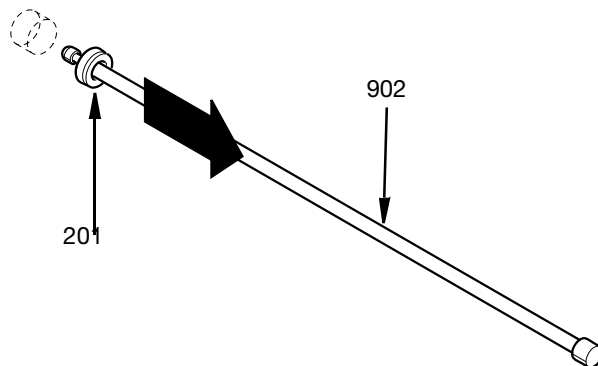

FIG. 34
Pro demontáž těsnění jehly umístěte špičatý konec montážní tyče těsnění (902) skrz střed těsnění jehly (201). Zahákněte výřez v nástroji za opačnou plochu těsnění a zasuňte těsnění mimo distanční vložky těsnění (203 a 204) nebo skříň vzduchového válce (509). Viz FIG. 34.